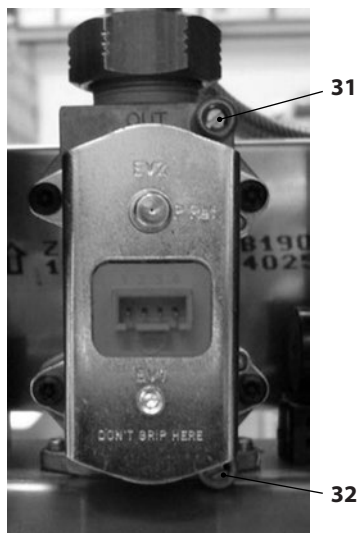

Figura 7.1
A caldaia spenta (fuori servizio), controllare la pressione di alimentazione utilizzando la presa 32 in Figura 7.1 e confrontare il valore letto con quelli riportati nella tabella Pressioni di alimentazione gas nella sezione "Dati tecnici R-MHP 24S/D" a pag. 24 e "Dati tecnici R-MHP 28S/D" a pag. 27.
- Richiudere bene la presa di pressione 32 in Figura 7.1.
- Aprire la presa di pressione 31 in Figura 7.1 e collegare un manometro.